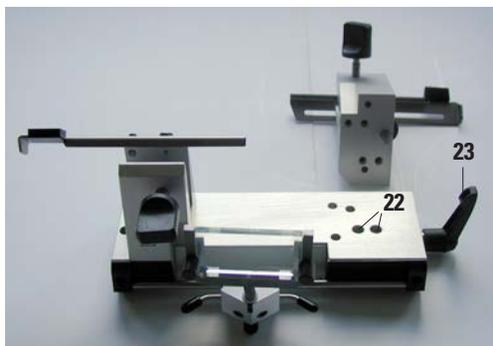

図 11
2. ナイフホルダーの右側にあるレバー (図 11 の 23) を緩め、逃げ角を「0」に設定します (インデックスマーク (25) が数字「0」の目盛線と一致することが必要)。レバー (図 11 の 23) を再度締め付けます。セクションング結果に満足できない場合、希望する結果が得られるまで逃げ角の設定を 1° 刻みで上げます。
最初に逃げ角を「0」に設定します。そのために、レバー（図 11 の 23）を緩め、インデックスマーク（26）を逃げ角スケール（27）の「0」の目盛線に合わせます。レバー（23）を再度締め付けます。セクションング結果に満足できない場合、希望するセクションング品質が得られるまで、逃げ角の設定を小刻みに、1°ずつ上げます。